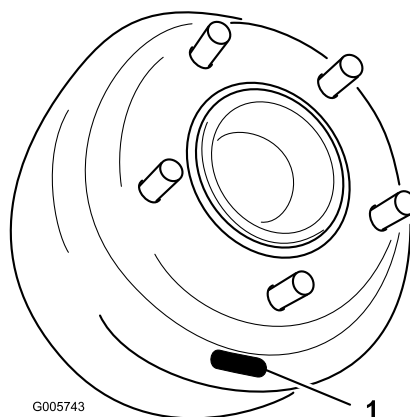
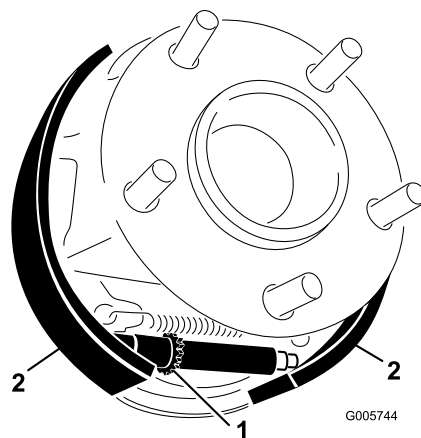

Figure 63
Figure 64
5. Retirez les écrous de roue et retirez l'ensemble jante et pneu des goujons. Tournez le tambour de frein jusqu'à ce que la fente de réglage se trouve en bas, centrée au-dessus de l'écrou en étoile de réglage des mâchoires de frein (Figure 63).
6. Avec un outil spécial de réglage de frein ou un tournevis, tournez l'écrou en étoile (Figure 63) vers le bas jusqu'à ce que le tambour de frein (Figure 64) se verrouille sous l'effet de la pression extérieure des mâchoires de frein (Figure 64).